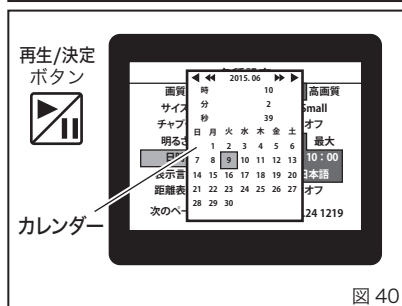

図 40
3. 「再生/決定」ボタンを押し、液晶モニターにカレンダーを表示します。(図 40)